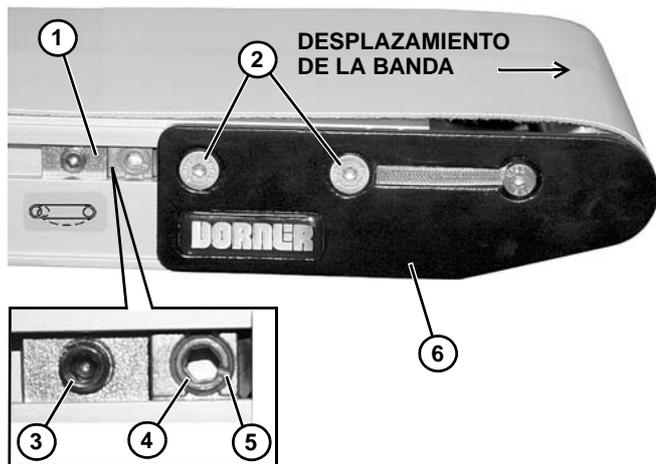

Figura 59
Los transportadores con bandas no en guía en V están equipados con levas de alineamiento de la banda (**Figura 59, artículo 1**) que permiten ajustar el alineamiento de la banda.
1. Asegúrese de que los tornillos de sujeción de la placa del cabezal (**Figura 59, artículo 2**) de ambos lados del transportador estén apretados.
2. En ambos lados del transportador, afloje los tornillos de sujeción de la leva (**Figura 59, artículo 3**). Ajuste las levas (**Figura 59, artículo 4**) hasta que las ranuras indicadoras (**Figura 59, artículo 5**) estén en horizontal y enfrente del extremo del transportador. A continuación, deslice las levas contra las placas de los cabezales (**Figura 59, artículo 6**) y vuelva a apretar los tornillos de sujeción de las levas (**Figura 59, artículo 3**) a 7 Nm.
3. En el lado hacia el que se está alineando la banda, afloje los tornillos de sujeción de la placa de cabezales (**Figura 59, artículo 2**).
4. Con el transportador en funcionamiento, utilice una llave hexagonal de 5 mm para rotar la leva de alineamiento (**Figura 59, artículo 4**) en pequeños incrementos hasta que la banda se alinee en el centro del transportador. A continuación, sujetando la leva en su posición, vuelva a apretar los tornillos de sujeción de la placa de cabezales (**Figura 59, artículo 2**) con una llave hexagonal de 4 mm y apriételos a 7 Nm.